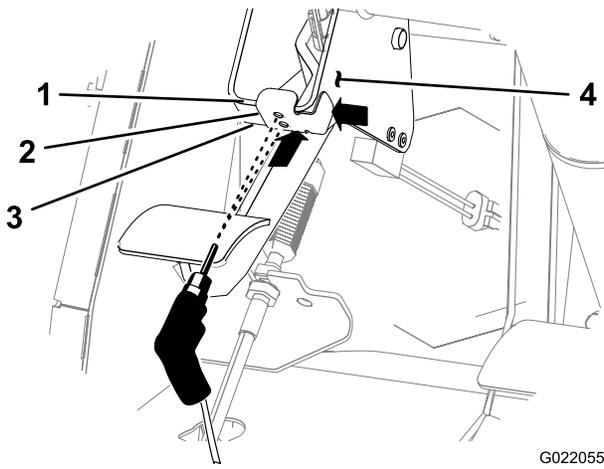

Bild 2
1. Fluchten Sie die Bohrschablone mit der oberen Kante, der Vorderseite, der unteren Kante und der rechten Seite der Stützhalterung für das Kupplungspedal aus (Bild 2).
- Verwenden Sie die Schablone als Bohranleitung und bohren Sie zwei Löcher (5/16") durch die Vorderseite der Stützhalterung (Bild 2).